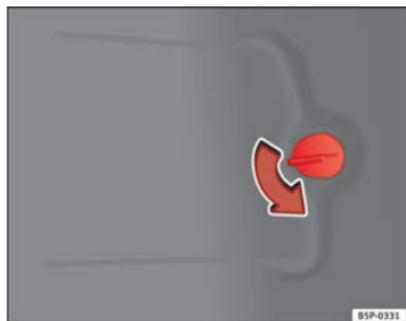

Fig. 201 Luci sulla carrozzeria
- Rimuovere lo sportello del pannello laterale del bagagliaio ⇒ fig. 201.